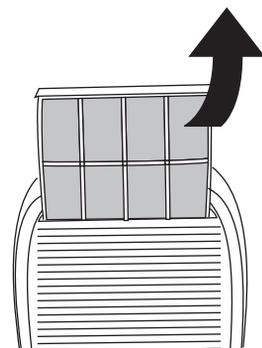

fig. 6
- Per togliere il filtro dell'aria, estrarlo dalla sua sede tirando come mostrato nella Fig. 6.